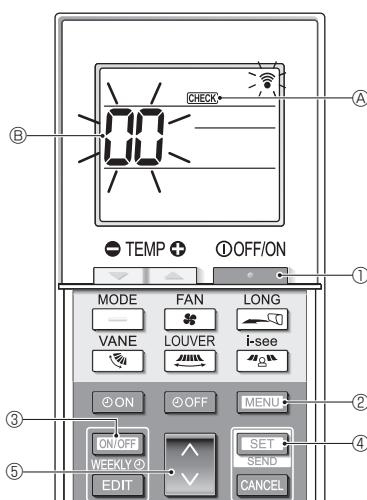

Abb. 7-6
7.3.2. Für die drahtlose Fernbedienung (Abb. 7-6)
- Drücken Sie die Taste ①, um die Klimaanlage anzuhalten.
- Wenn der Wochen-Timer aktiviert ist (WEEKLY eingeschaltet ist), drücken Sie die Taste ③, um ihn zu deaktivieren (WEEKLY ist ausgeschaltet).
- Drücken Sie die Taste ② 5 Sekunden lang.
- CHECK ② leuchtet auf und das Gerät tritt in den Selbstprüfungsmodus ein.
- Drücken Sie die Taste ⑤ zum Auswählen der Kältemitteladresse (M-NET-Adresse) ⑥ des Innengeräts, für das die Selbstprüfung ausgeführt werden soll.
- Drücken Sie die Taste ④.
- Drücken Sie die Taste ①.
- CHECK ④ und die Kältemitteladresse (M-NET-Adresse) ⑥ erlöschen; die Selbstprüfung ist beendet.